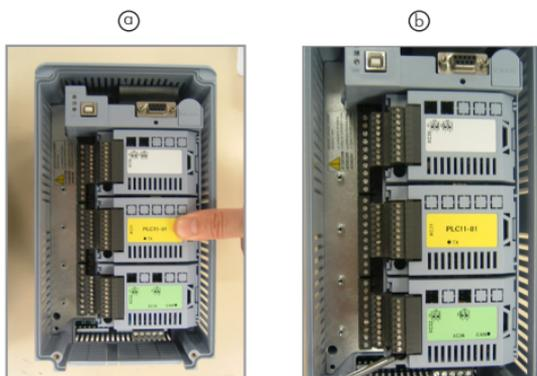

Figura 3: Instalação do acessório nos slots
**Passo 3:** Coloque e aperte os parafusos de aterramento e fixação do módulo (figura 3);
**Passo 4:** Configure as chaves do módulo conforme descrito no item 2.